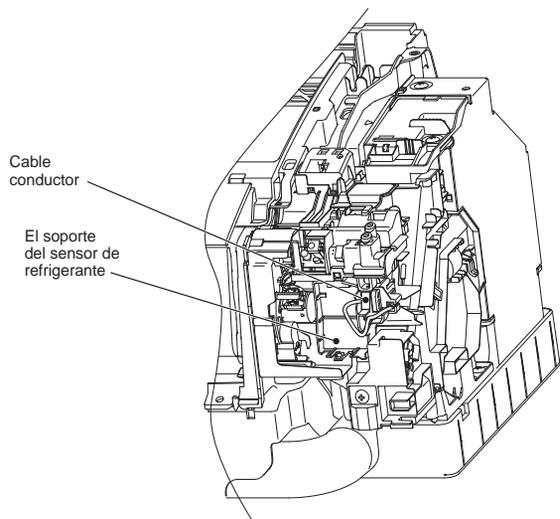

Fig. 1
- 1) Retire el cable conductor fijado al soporte del sensor de refrigerante y conéctelo a la placa del sensor de refrigerante. (Fig. 1)